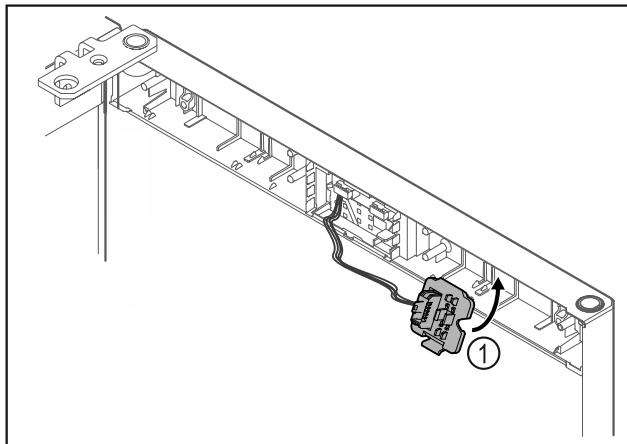

Fig. 13
- ▶ Encazar el soporte de la clavija de enchufe Fig. 13 (1) en el lado opuesto.*